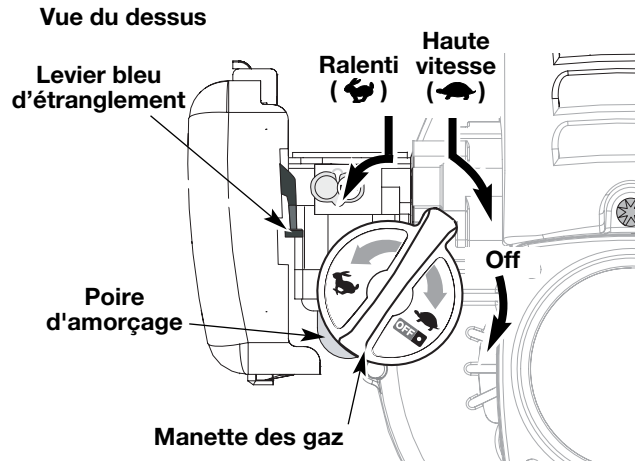
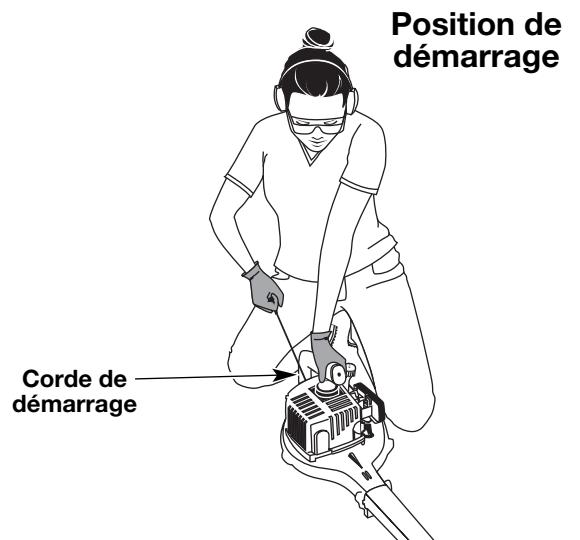

Fig. 2
Fig. 4
AVERTISSEMENT: éviter le démarrage accidentel. Se tenir en position de démarrage pour lancer le moteur (Fig. 4). Lors du démarrage, l'opérateur et l'outil doivent être en position d'équilibre afin d'éviter le risque de blessures graves.
2. Pressez et relâchez la poire d'amorçage à 10 reprises, lentement. Une certaine quantité de carburant devrait être visible dans la poire d'amorçage et les conduites de carburant (Fig. 2). Si vous n'apercevez pas de carburant dans la poire, pressez et relâchez la poire autant de fois que nécessaire jusqu'à ce que vous aperceviez du carburant dans cette dernière.
4. Mettre l'outil en position de démarrage (Fig. 4). Mettez la manette des gaz en position de haute vitesse (☛) (Fig. 2).
1. Pour éteindre le souffleur, déplacez le levier du contrôle des gaz tout à fait à droite, passé la position ralenti (☛) jusqu'à ce qu'il clique. Veillez à déplacer le levier contre la butée à l'extrême droite pour éteindre l'appareil (Fig. 2).